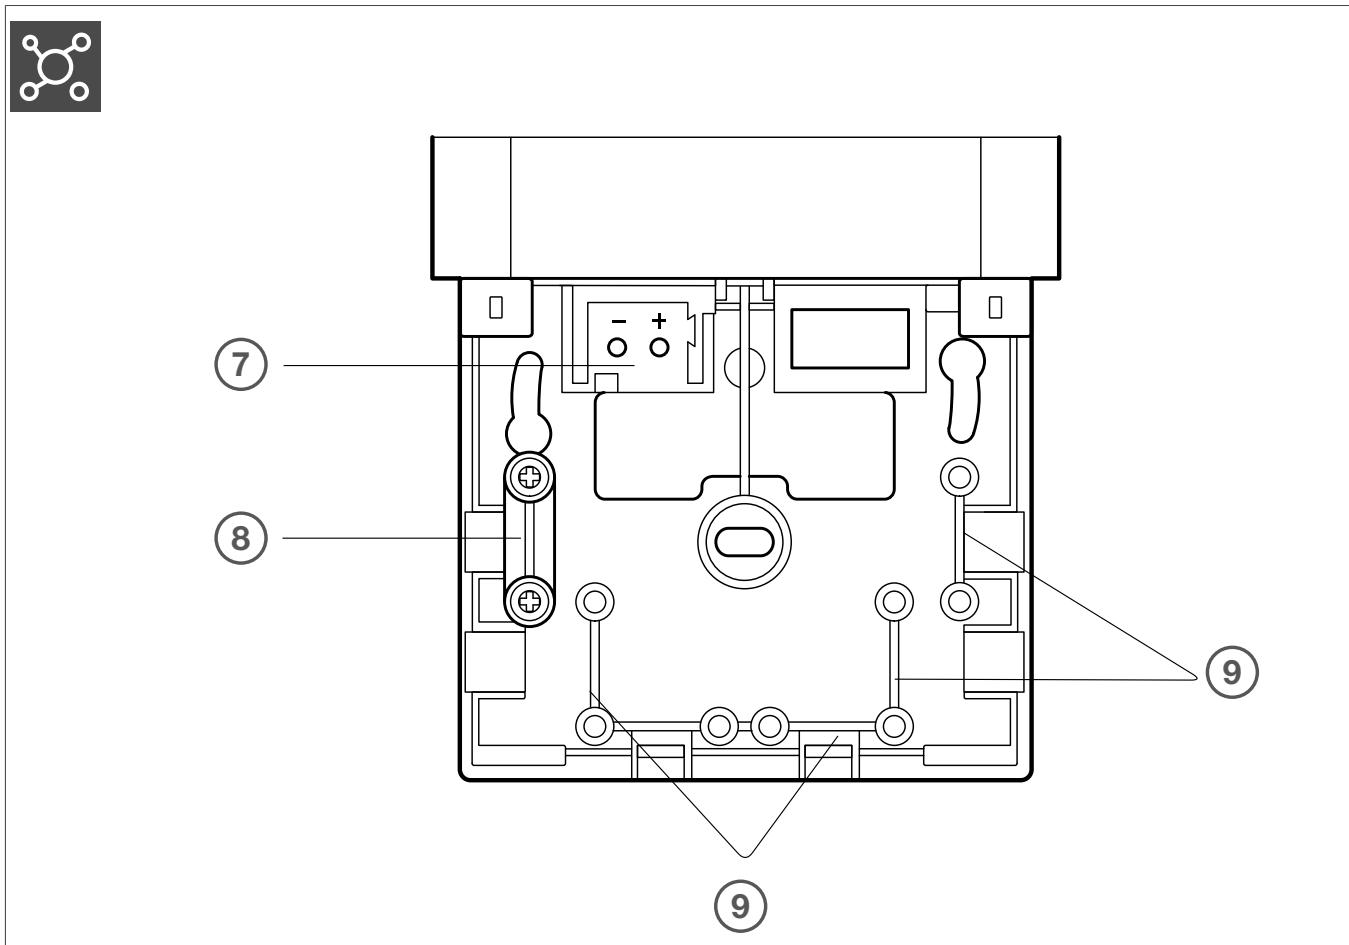

Fig. 3 : Conception et présentation interne de l'appareil
- La ligne de raccordement entre l'émetteur et le récepteur radio doit être choisie de telle sorte que tout passage à travers la maçonnerie ou d'autres matériaux atténuateurs soit aussi court que possible (voir figure 3). Il est particulièrement important d'éviter les niches dans les murs, car elles obstruent la propagation des ondes radio.